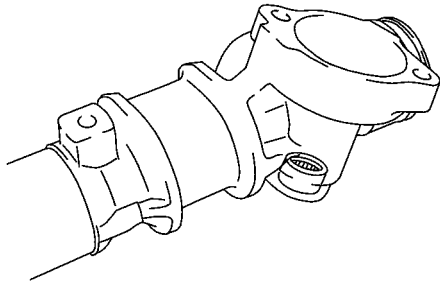

图 16-65 检查滚针轴承有无凹痕或损伤
(2) 检查齿条壳体轴承。检查滚针轴承有无凹痕或损伤，如图 16-65 所示。